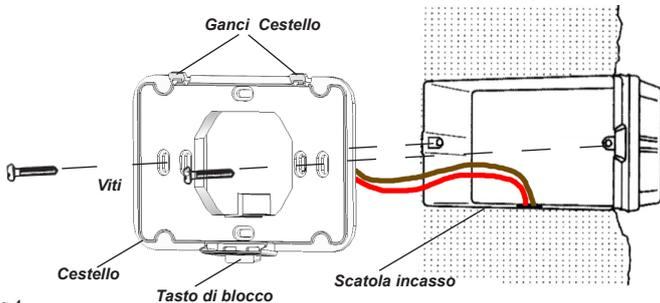

Fig.4
**Roma** può essere installato sia nella scatola incasso 2 moduli (scatola 502) che nella scatola incasso 3 moduli (scatola 503). In entrambi i casi l'altezza consigliata è di 1,5m dal pavimento, in luogo asciutto, esente da correnti d'aria e lontano da fonti di calore. Dopo aver effettuato i collegamenti elettrici, fissare il **Cestello** alla scatola incasso tramite le viti in dotazione assicurandosi che il **Tasto di blocco** sia nella parte inferiore del **Cestello** (Fig.4).